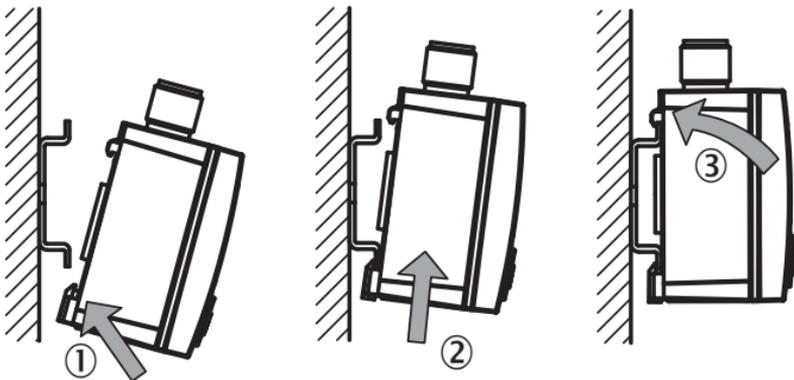

Рисунок 7: Монтаж на U-образной шине
- Для монтажа установите PAC50 нижней крепежной направляющей на U-образной шине (см. рисунок 7 ①) и наклоните PAC50 вверх, пока он не войдет в зацепление (см. рисунок 7 ② и ③).